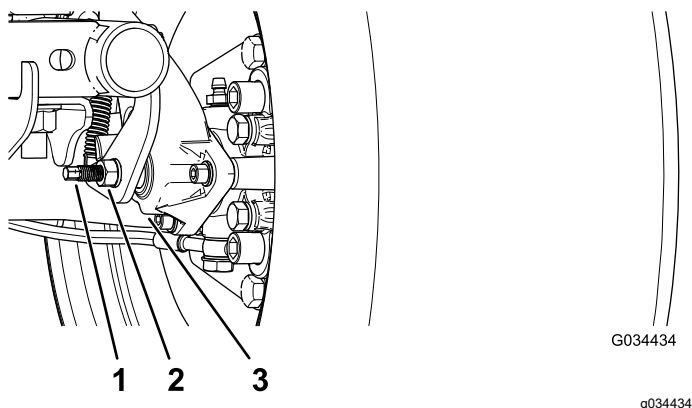

Figura 54
3. Folosind 2 chei, meninei în poziție bara de reglare al etrierului cu o cheie i slăbii contrapiulița cu ¼ de tură cu cealaltă cheie (Figura 54).
4. În timp ce meninei în poziție bara de reglare i contrapiulița, rotii bara de reglare pentru a strânge (Figura 54).
5. În timp ce meninei în poziție bara de reglare i contrapiulița, rotii înapoi cu ¼ de tură (Figura 54).
6. În timp ce meninei în poziție bara de reglare i contrapiulița, strângei contrapiulița (Figura 54).